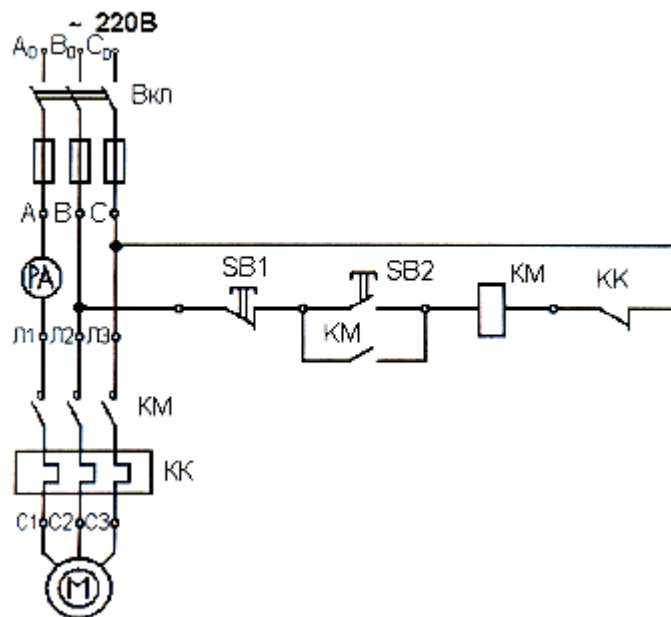

Рисунок 3 – Схема включения двигателя.
- 1) Собрать схему электродвигателя (рисунок 3). Предъявить схему для проверки преподавателю.